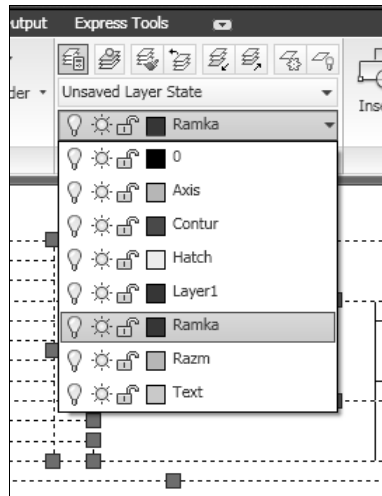

Рис. 5.15. Объекты, выделенные для переноса на другой слой
1. Выберите переносимый объект или объекты чертежа. В опорных точках объектов засветятся синие прямоугольники, которые называются *ручками* (рис. 5.15).
2. Раскройте выпадающий список **Layer Control** (Управление слоями) на панели инструментов **Layers** (Слой) (см. рис. 5.15).
Раскрывающийся список **Layer Control** (Управление слоями) панели инструментов **Layers** (Слой) (см. рис. 5.15) позволяет изменять состояние видимости слоя. В каждой строке этого списка содержится четыре пиктограммы, характеризующие состояние слоя, и один закрашенный прямоугольник, указывающий на его цвет. Справа от цветного прямоугольника выводится имя слоя. Список нельзя использовать для создания нового слоя.